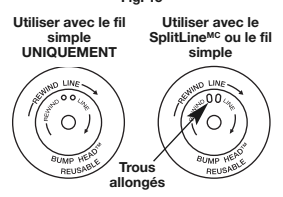

Fig. 16
Avant de faire marcher l'appareil, tenez-vous en position de fonctionnement (Fig. 16). Vérifiez les points suivants:
6. Découpez environ 6 m (20 pi) de fil neuf et faites-en deux boucles de longueurs égales. Insérez chaque extrémité de fil dans l'un des deux trous du moulinet (Fig. 16). Tirez le fil à travers le moulinet pour que la boucle soit la plus petite possible.